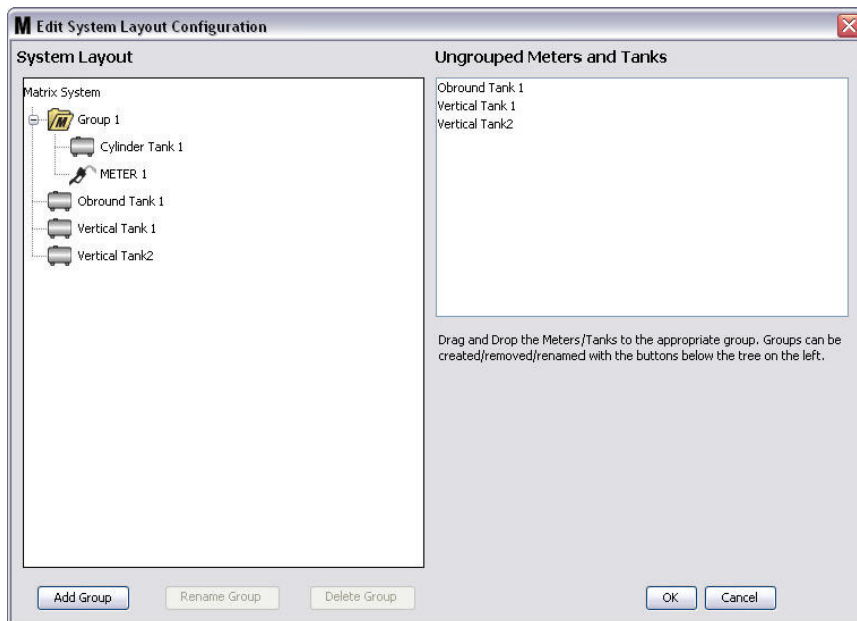

Рис. 129
8. Выбранные цистерны и расходомеры появятся под значком папки в части окна «Matrix System» (Рис. 129).
10. Чтобы переименовать группу, выберите мышью папку группы из перечня в части окна «Matrix System». Далее нажмите кнопку «Rename Group» [Переименовать группу] (Рис. 129).
11. Чтобы удалить группу, выберите мышью папку группы из перечня в части окна «Matrix System». Далее нажмите кнопку «Delete Group» [Удалить группу] (Рис. 129).